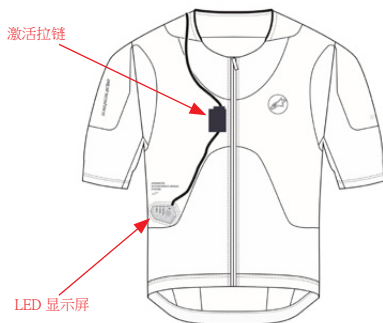

图 25：拆卸 LED 显示屏 (3) 和激活拉链 (2)
4. 取下 LED 显示屏 (3) 和激活拉链 (2) - 从防护服内侧开口处取出 LED 显示屏 (3)，然后取出位于魔术贴口袋内的激活拉链 (2)，如图 25 所示。